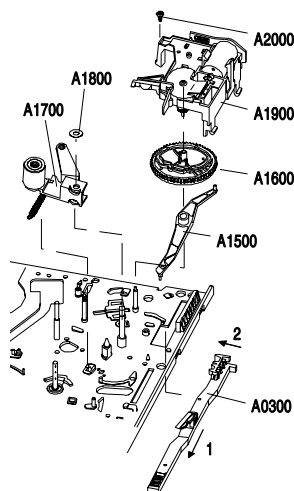

Fig. 9
- Schraube (Pos. A2000, Fig. 9) herausdrehen.
- Lademotoreinheit (Pos. A1900, Fig. 9) abnehmen.
- Kurvenrad (Pos. A1600, Fig. 9) entgegen dem Uhrzeigersinn bis Endposition drehen.
- Lademotoreinheit (Pos. A1900, Fig. 9) einsetzen, mit Schraube (Pos. A2000) befestigen.
- Sicherungsscheibe (Pos. A1800, Fig. 9) abnehmen.
- Andruckrolleneinheit (A1700, Fig. 9) herausnehmen.
- Sicherungsscheibe (Pos. A1800, Fig. 9) anbringen.
- Kurvenrad (Pos. A1600, Fig. 9) herausnehmen.
- Hebel (Pos. A1500, Fig. 9) herausnehmen.
- Ladeschieber (Pos. A0300, Fig. 9) in Pfeilrichtung 1 schieben, auf der Laufwerkunterseite in Pfeilrichtung 2 drücken und nach unten herausnehmen.